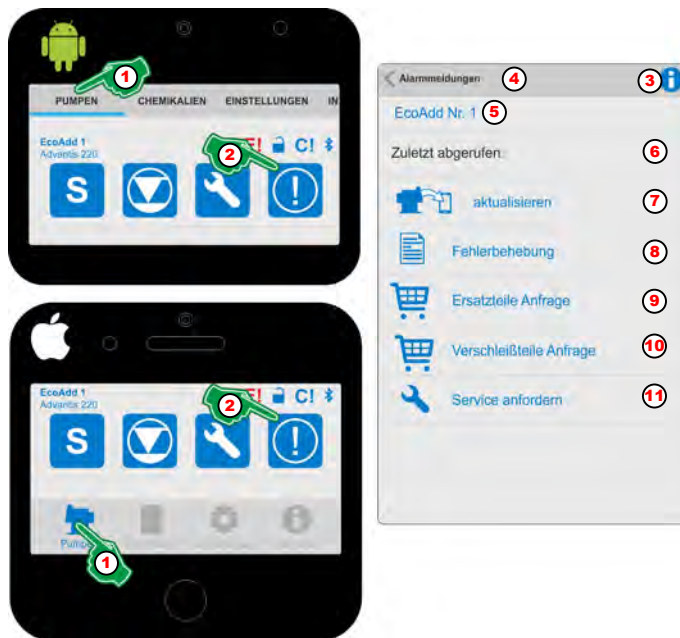

Abb. 35: Warnungen abrufen
1. ➔ Menü „Pumpen“ auswählen (Abb. 35, Pos. 1).
2. ➔ „Warnsymbol“ / auswählen (Abb. 35, Pos. 2).
3. ➔ Durch Auswahl des [Info] Symbols (Abb. 35, Pos. 3) erscheint folgende Information:
Zur besseren Orientierung ist der Einstellbereich „*Serviceinformationen*“ (Abb. 35, Pos. 4) in der Kopfzeile dargestellt. Zur Kontrolle, von welcher Pumpe derzeit Daten angezeigt werden auf die Zeile unter der Kopfzeile achten (Abb. 35, Pos. 5), in der die ausgewählte Pumpe angezeigt wird. Unter dieser Zeile wird der Wartungsstatus angezeigt (Abb. 35, Pos. 6)
- 4.** ▶ „*aktualisieren*“ (Abb. 35, Pos. 7) auswählen.
- 5.** ▶ „*Fehlerbehebung*“ (Abb. 35, Pos. 7) auswählen.
- 6.** ▶ „*Ersatzteil Anfrage*“ (Abb. 35, Pos. 9) auswählen.
- 7.** ▶ „*Verschleißteil Anfrage*“ (Abb. 35, Pos. 10) auswählen.
- 8.** ▶ „*Service Anfordern*“ (Abb. 35, Pos. 11) auswählen.